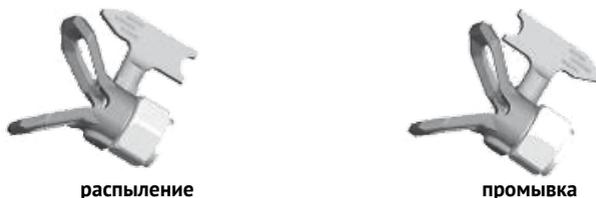

рис. 2
- при положении перепускного клапана «дренаж», переключить флажок пистолета-распылителя в положение «промывка» (стрелкой к рукоятке), как показано на рис.2, опробовать работу рычага распылителя, направив струю ЛКМ в ёмкость.